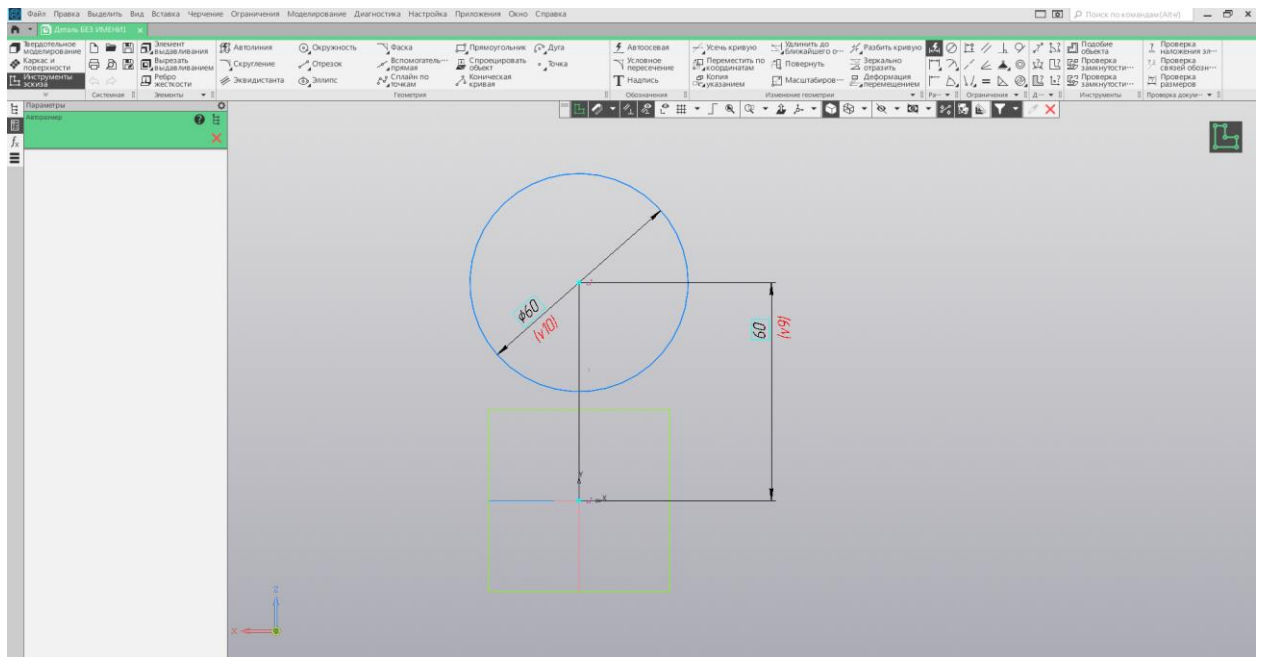

Рис. 5 Окружность 60 мм на расстоянии 60мм от центра координат
- д) прочертить отрезок используя стиль «осевая линия» (рис.5)